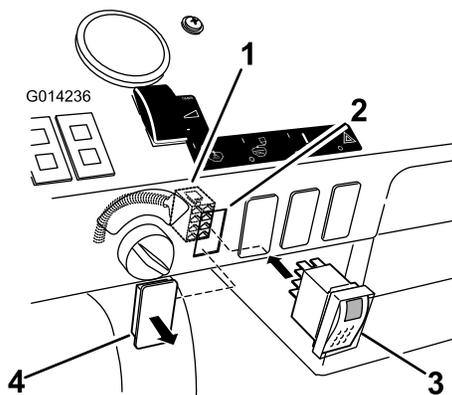

Figura 27
1. Individuate il tappo dell'interruttore del serbatoio di lavaggio sul cruscotto (Figura 27). È il primo tappo a partire dalla chiave di accensione.
2. Rimuovete il tappo dal cruscotto (Figura 27).
4. Montate l'interruttore sul connettore attraverso il cruscotto (Figura 27).